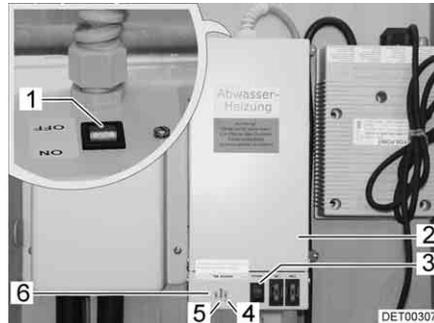

Bild 130 Trafo mit Regelgerät
Der Trafo 230 V AC/12 V DC (Bild 130,2) ist je nach Modell im Kleiderschrank oder in der Truhe der Sitzgruppe eingebaut.
- Kontroll-Leuchte (Bild 130,5) leuchtet grün: Regelung in Betrieb
- Kontroll-Leuchten (Bild 130,4 und 6) leuchten rot: Abwasserleitungen werden erwärmt
In das Gehäuse ist ein Prüftaster (Bild 130,3) integriert, mit dem das Regelgerät kurzzeitig in Betrieb genommen werden kann. Durch Drücken des Prüftasters lässt sich die Funktion der Erwärmung testen, auch wenn die Umgebungstemperatur über 5 °C liegt.
- Schalter (Bild 130,1) am Trafo (Bild 130,2) auf "ON" stellen.
- Schalter (Bild 130,1) am Trafo (Bild 130,2) auf "OFF" stellen.